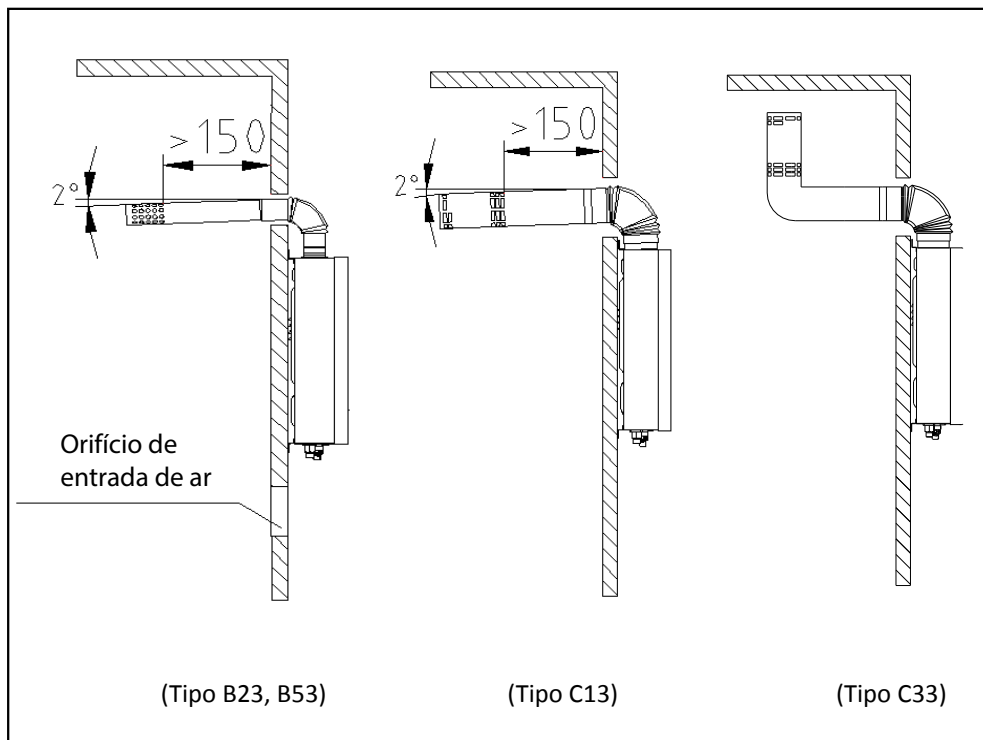

Fig. 11
- (1) Por favor, utilize o tubo fornecido pela nossa empresa, referindo-se FIG. 11 sobre o método de instalação. Se a chaminé é muito curta, você pode estender adequadamente o tubo correctamente. Verifique a chaminé e comprove se há danos ou fugas a cada semestre.
- (2) O comprimento da chaminé deverá ser inferior a 8m.
- (3) Quanto à distância horizontal da chaminé, quanto mais curta melhor. O extremo da chaminé deve ter uma inclinação descendente (Fig. 11), para permitir que a água de condensação saia.
(1) Por favor, utilize o tubo fornecido pela nossa empresa, referindo-se Fig. 11 sobre o método de instalação. Se a chaminé é muito curta, você pode estender adequadamente o tubo correctamente. Verifique a chaminé e comprove se há danos ou fugas a cada semestre. Instale a chaminé depois do corpo do esquentador estar fixo. Em primeiro lugar, coloque a chaminé fixa através de um buraco na parede e insira o cotovelo na saída do escape do esquentador suavemente. O extremo da chaminé deve ter uma inclinação descendente de 2º (Fig 11). Caso contrário, a chuva pode cair no esquentador e danificá-lo.
(2) O comprimento da chaminé deverá ser inferior a 3 m, e o número de cotovelos não deve ser superior a 3 (1m de tubo rectilíneo equivale a um cotovelo).